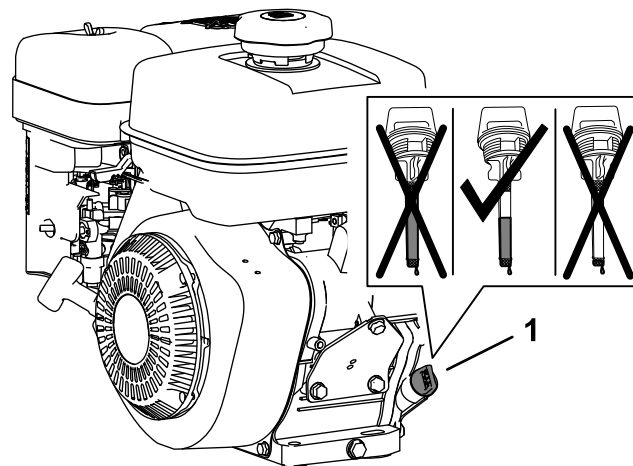

图10
- 从发动机的加油颈中取出量油尺用抹布擦干净量油尺图10。
2. 通过加油颈向发动机的曲轴箱缓慢注入 0.6L 指定机油 图10。
4. 从加油颈取出量油尺查看量油尺上的油位 图10。
**注意** 发动机油位必须覆盖在油量尺上的开口标记区域之间 图10。
6. 将量油尺插入加油颈用手拧紧 图10。